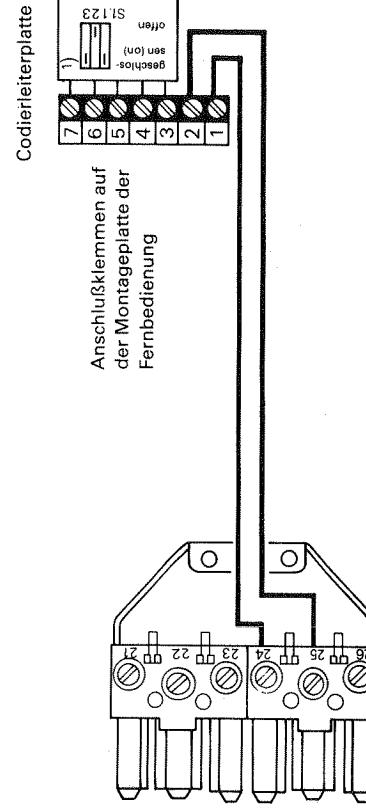

Abb. 7 Anschluß der Leitung von der Fernbedienung MC in Steckerverbinder [58]
1. Anschlußleitung von der Fernbedienung MC in Steckerverbinder [58] entsprechend Abb. 7 anschließen.